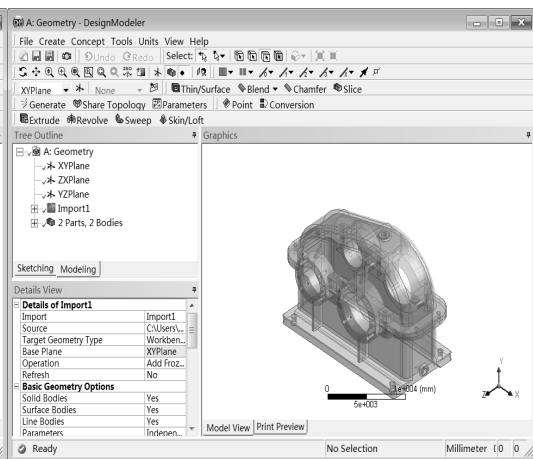

图 7-27 几何模型
Step5：单击工具栏中的 Generate 按钮，如图 7-27 所示，此时导入的几何文件将被加载。